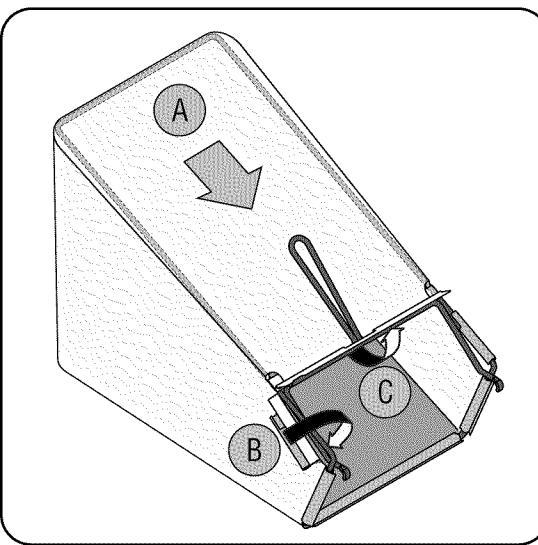

Figura 3-5
- Deslice el canal plástico de la bolsa sobre los ganchos en el marco. Vea la Figura 3-5. Todos los canales plásticos excepto el ubicado en la parte superior central de la bolsa se unen desde el exterior de la bolsa.